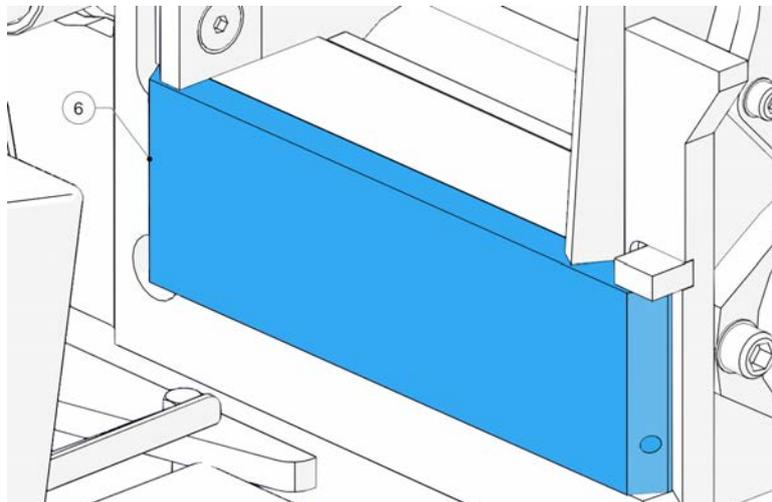

Figure 70 - Enclume dans le siège vertical
16. Poussez l'enclume dans le siège, sous l'enclume latérale (6, Figure 70).